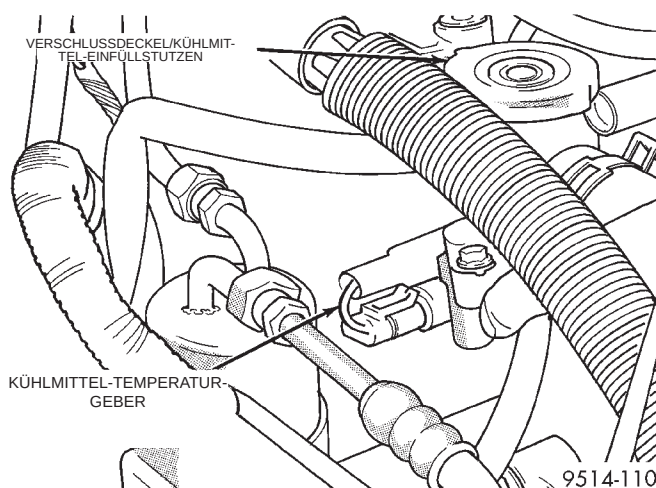
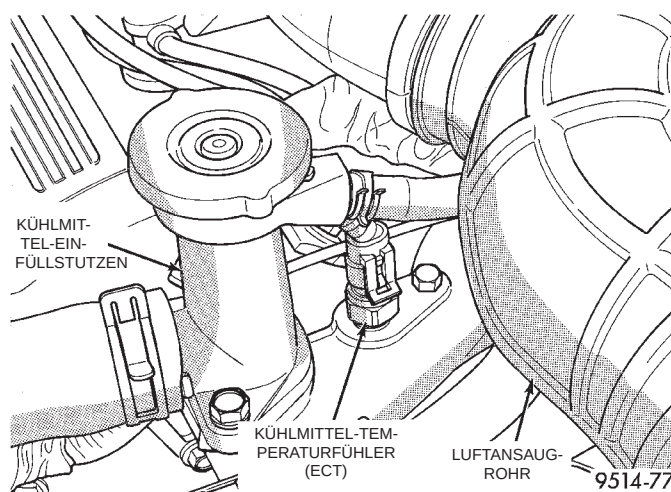

Abb. 46 Kühlmittel-Temperaturfühler (ECT)—2.4L-Motor
Abb. 47 Kühlmittel-Temperaturfühler (ECT)—2.5L-Motor
(15) Die elektrischen Anschlüsse am Kühlmittel-Temperaturfühler (ECT) prüfen (Abb. 46) oder (Abb. 47).